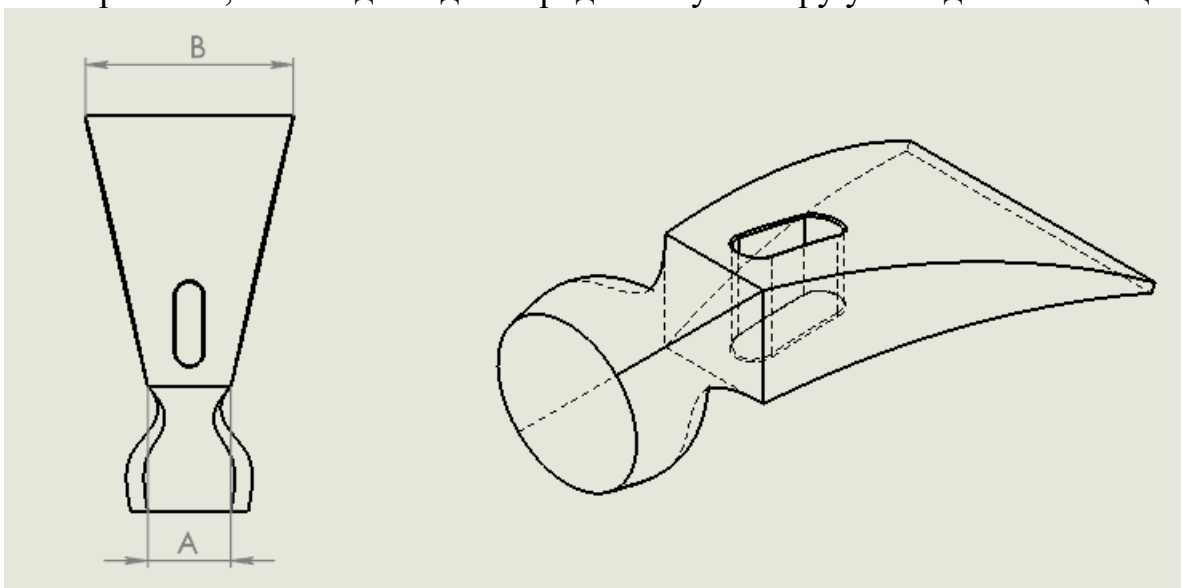

Рис. 2. Загальний вигляд деталі
3. Обрати параметри - ширину А і ширину В, які показані на рис. 2 за варіантом, який відповідає порядковому номеру у наведеній таблиці 1.